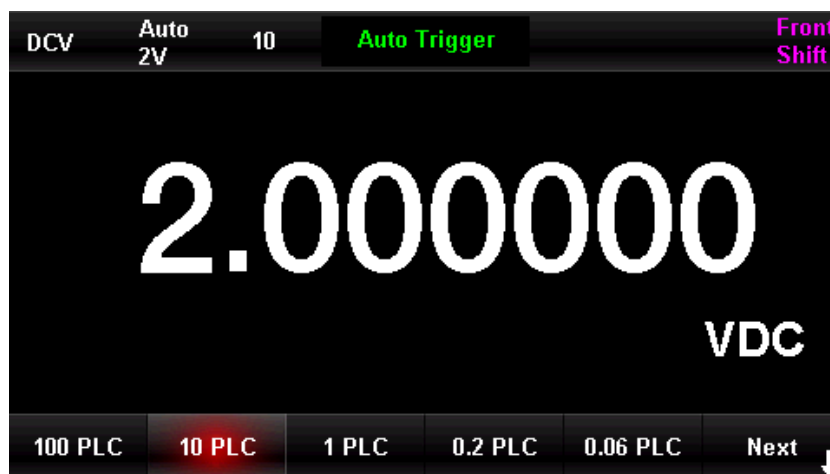

Abbildung 2-3 Integralzeit Menü
1. Für die DCV-, DCI- und OHM-Messung wählen Sie **[Integral time]** im Menü, um die Einstellungsoptionen zu sehen, wie in Abbildung 2-3 gezeigt (am Beispiel der DCV-Messung). Drücken Sie die entsprechende Menütaste, um die Konfiguration vorzunehmen. Die Einstellung der Integralzeit hat Auswirkungen auf die Auflösung.